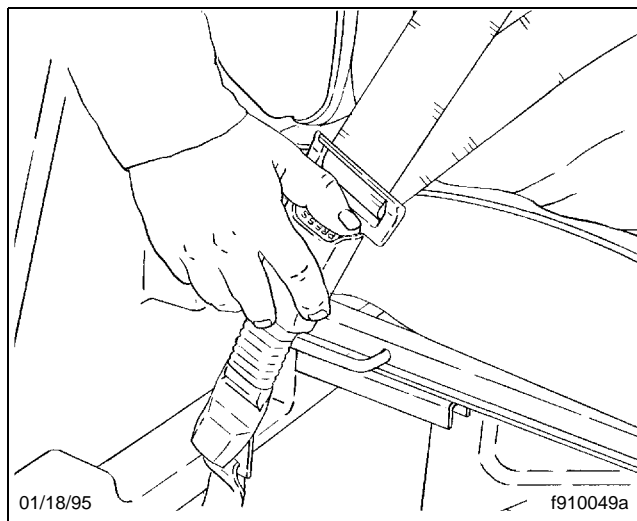

Fig. 5.8, Dégagement de la ceinture de sécurité à trois points
4. Pour débloquer la ceinture de sécurité à trois points, appuyez sur le bouton de la boucle tel qu'illustré à la **figure 5.8**. Si le dispositif de